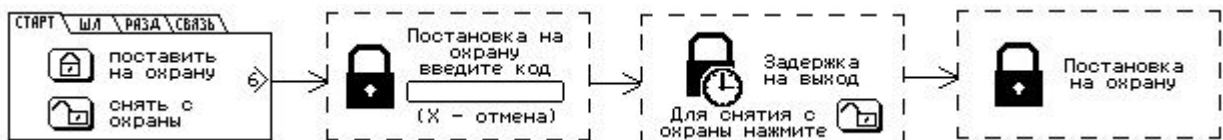

Рис.6.9 Процесс постановки на охрану раздела с задержкой на выход
- 4 Если в раздел включены шлейфы с задержкой (вход/выход), после проверки кода пользователя с кодами, занесёнными в память прибора, начинается процесс задержки на выход, сопровождаемый звуковым сигналом. В процессе задержки на выход, есть возможность отменить постановку на охрану, набрав на клавиатуре команду снятия с охраны (п.6.2.5.3). После истечения времени задержки на выход (или восстановления шлейфа с задержкой (вход/выход)), раздел прибора становится на охрану (рисунок 6.9).